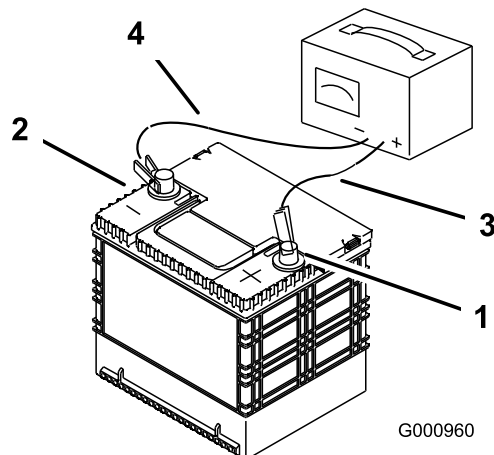

Figure 45
2. Quand la batterie est chargée au maximum, débranchez le chargeur de la prise, puis débranchez les fils du chargeur des bornes de la batterie (Figure 45).